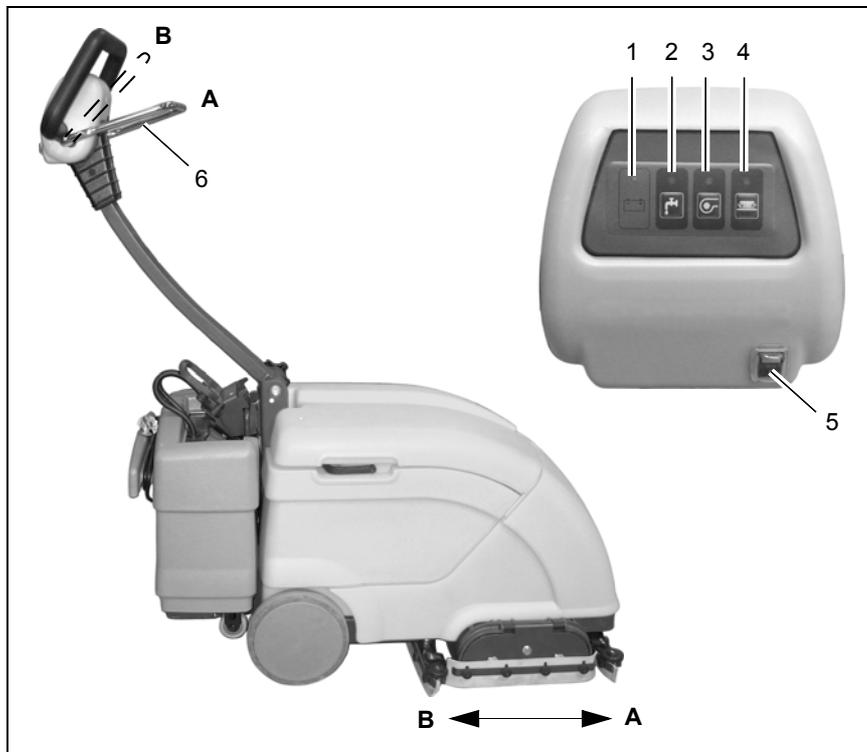

Fig.10
1. Ligue o equipamento e coloque-o pronto a utilizar através do interruptor geral (Fig. 10/5).
2. Verifique o indicador de carga (Fig. 10/ 1), recarregue as baterias se necessário; Ver secção 5.4.2.
3. Pressione o botão (Fig. 10/3) para ligar a aspiração.
4. Pressione o botão (Fig. 10/2) para iniciar o fornecimento de água (e detergente se necessário).
5. Pressione o botão (Fig. 10/4) para ligar as escovas e mover o equipamento.
- Utilização para a frente (A):
Liberte o manípulo (Fig. 10/6) e empurre o equipamento.
Pressione o manípulo (Fig. 10/6) e puxe o equipamento.